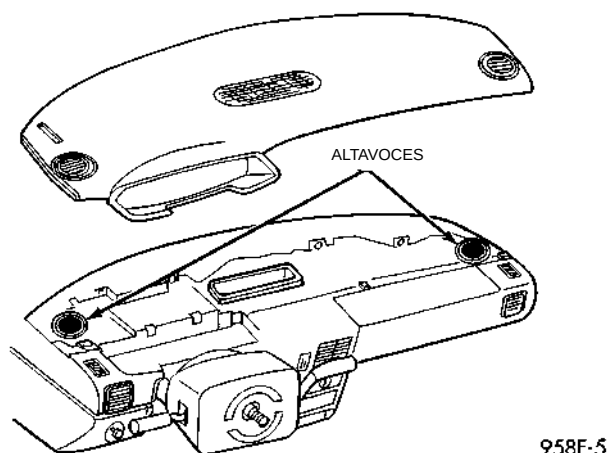

Fig. 8 Altavoces del tablero de instrumentos
- (1) Retire la cubierta superior del tablero y el marco de los instrumentos del tablero. (Fig. 8). Consulte el Grupo 8E, Tablero de instrumentos y sistemas donde hallará los procedimientos de desmontaje.
- (2) Retire los tornillos de retención del altavoz.
- (3) Retire el altavoz y desconecte el conector del cable.